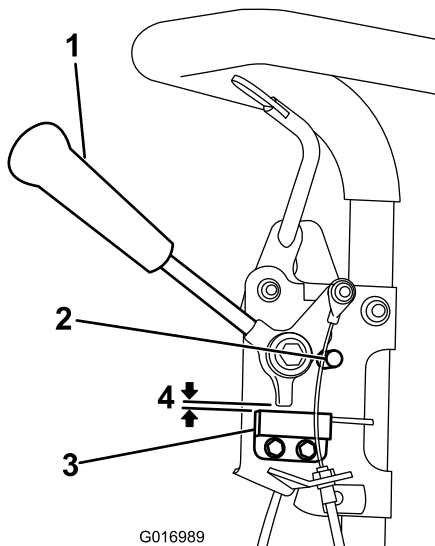

Figura 33
1. Certifique-se de que o motor está desligado e que a alavanca de tracção está desengatada e colocada na paragem neutra (Figura 33).
2. Desaperte as juntas de montagem do interruptor de segurança (Figura 33).
3. Coloque uma cunha de 0,812 mm entre a alavanca de tracção e o interruptor de segurança (Figura 33).